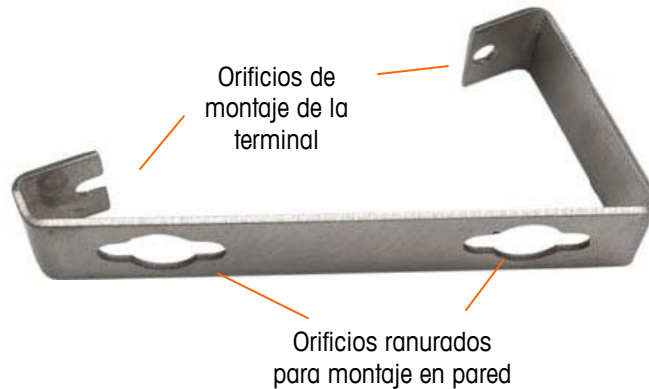
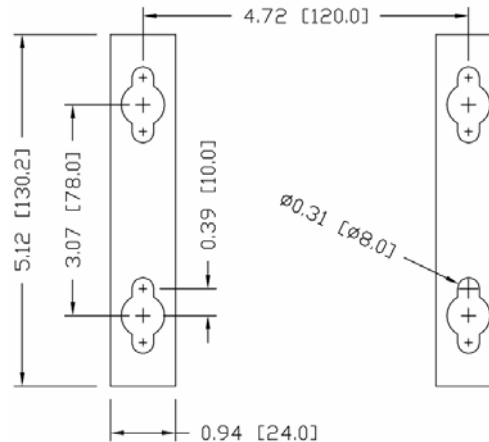

Figura 2-9: Soportes para montaje en pared
Figura 2-11: Dibujo del patrón de orificios de montaje
Una vez que los soportes están fijos en la pared, la caja puede montarse en ellos mediante los cuatro tornillos M5 incluidos. La Figura 2-9 muestra uno de los soportes con los orificios ranurados indicados.
Marque la posición de los orificios de montaje en la pared según las dimensiones mostradas en la Figura 2-11 en pulgadas y [mm] o sosteniendo la terminal sobre la superficie y marcando los orificios a través de los soportes.
8. Retroceda cada perno lo suficiente para dejar espacio de manera que la parte central superior de su cabeza y la arandela plana se inserten en uno de los orificios ranurados de los soportes de montaje (vea Figura 2-9, Figura 2-11).
6. Retroceda los pernos lo suficiente para permitirles junto con sus arandelas insertar su parte central superior en uno de los orificios ranurados de los soportes de montaje (vea Figura 2-9, Figura 2-11).
Instale el tornillo y la arandela, dejando una abertura suficiente para alojar el orificio ranurado del soporte (vea Figura 2-9, Figura 2-11).
Coloque los orificios de los soportes de la terminal sobre los sujetadores y deslice la terminal hacia abajo firmemente de manera que cada sujetador y arandela se inserten en las ranuras en el soporte (vea la Figura 2-9).